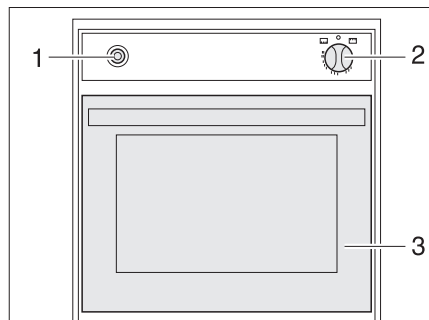

Fig. 324 Horno de gas (Spinflo)
- Abrir completamente la puerta del horno (Fig. 324,3).
- Presionar ligeramente el regulador giratorio (Fig. 324,2) y ponerlo en "🔥" (horno) o "GRILL" (grill).
- Presionar el regulador giratorio (Fig. 324,2) y mantenerlo presionado por 5 a 10 segundos. El gas fluye al quemador.
- Presionar el interruptor de encendido (Fig. 324,1) tantas veces como sean necesarias para que arda la llama.
- Girar el regulador giratorio (Fig. 324,2) a "O". La llama se apaga.